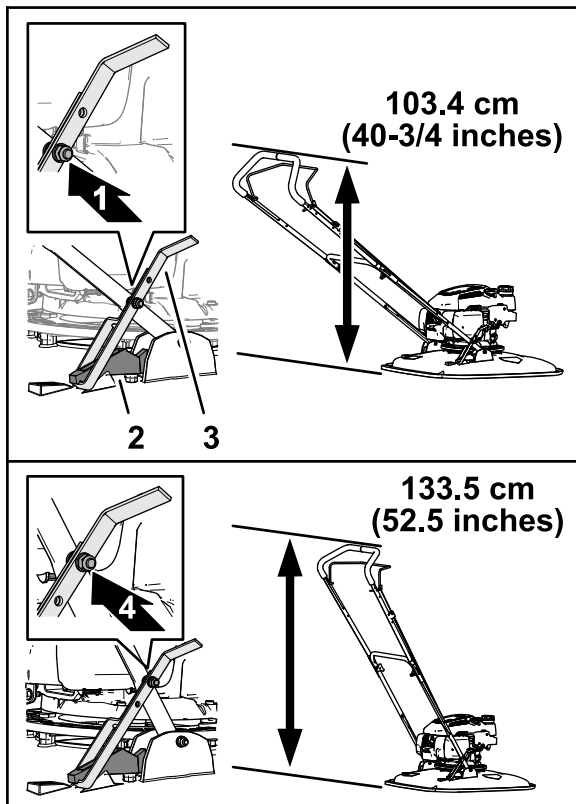

Figura 3
1. Determine a altura da pega quando o batente é fixado ao suporte superior (Figura 3).